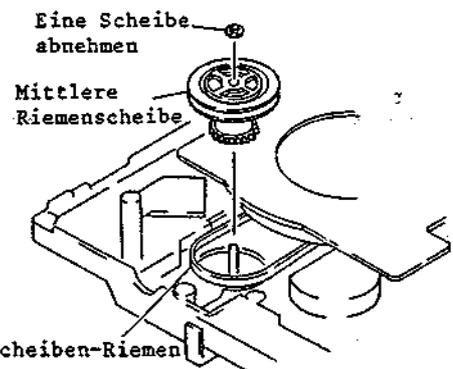

Abb. 2-86 Ausbau der mittleren Riemenscheibe
3-36 Ausbau der mittleren Riemenscheibe (Abb. 2-86)
- Den Riemenscheiben-Riemen abnehmen (siehe Abb. 2-86).
- Eine (1) Sicherungsscheibe der mittleren Riemenscheibe abnehmen.